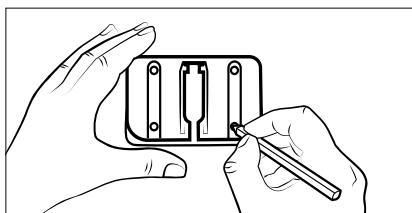

Fig. 5
- Utilizzare il supporto a parete **18** per tracciare i quattro fori sulla parete (vedere fig. 5).